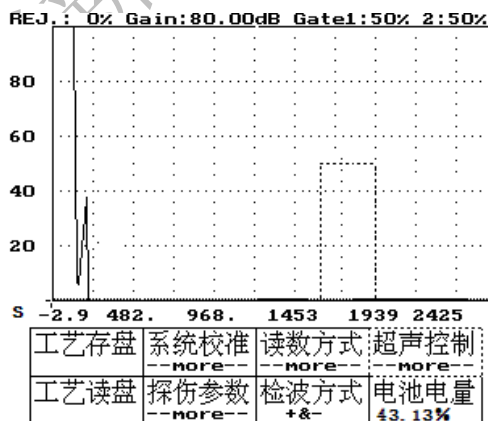

图 16-1
2、按方向键——将虚框移到超声控制功能，如图 16-1 所示。
- 2、按方向键——将虚框移到超声控制功能，如图 16-1 所示。